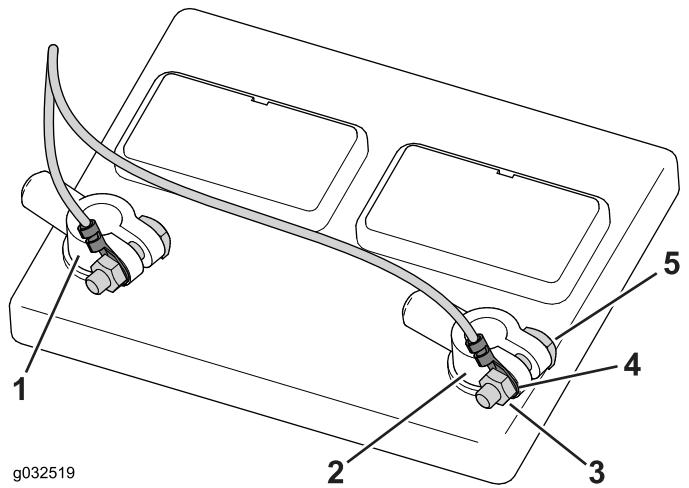

Рисунок 44
3. Выверните гайки с болтов штырей (Рисунок 44).
затягивая, гайку (Рисунок 44).
не затягивая, гайку (Рисунок 44).
отрицательный штырь аккумулятора (Рисунок 44)